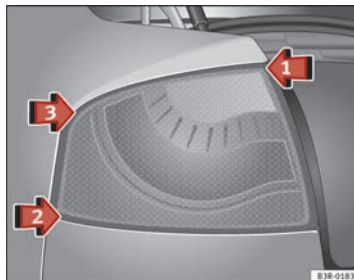
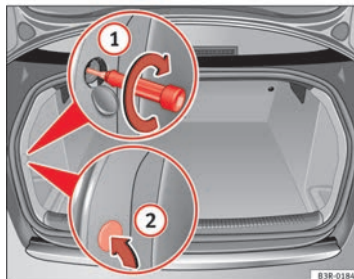

Fig. 211 Montar la unidad de luz trasera
Fig. 212 Maletero: Posición del tornillo de fijación para la unidad de luz trasera
- Coloque la unidad de luz trasera primero en ⇒ fig. 211 flecha ① en el alojamiento.
- Presione ligeramente la unidad de luz trasera, primero por el punto ② y luego por el punto ③ contra el alojamiento, hasta que los clips asienten firmemente en los cojinetes de goma.
- Ejercer una ligera presión sobre la parte superior de la unidad de luz trasera y fíjela con un destornillador desde el maletero ⇒ fig. 212 ①.
- Vuelva a colocar en su lugar la cubierta del revestimiento interior ②.